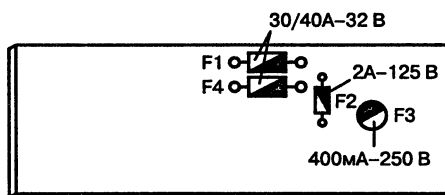

Рис. 3.29. Предохранители ИБП
- ♦ перегорание предохранителей F1—F4 (см. рис. 3.29);